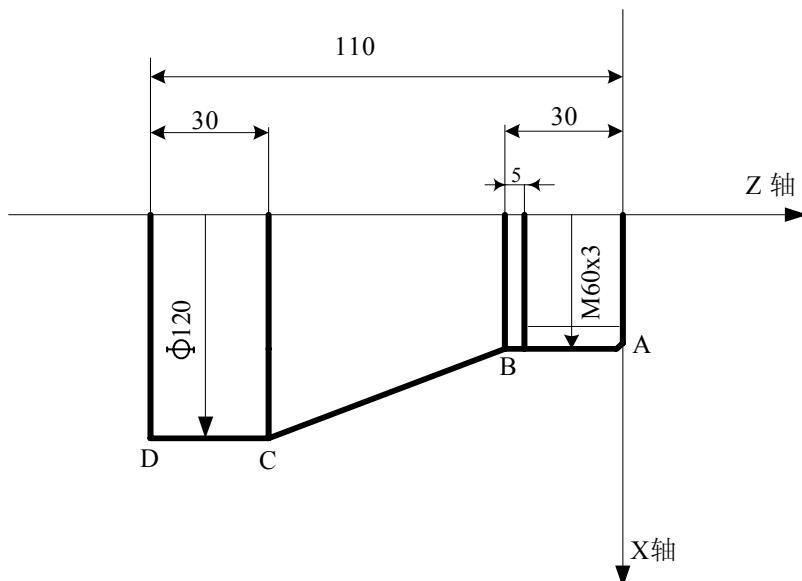

图 3-3-3
- 例：先用G90代码编写图3-3-3零件程序，再用G92代码加工螺纹。